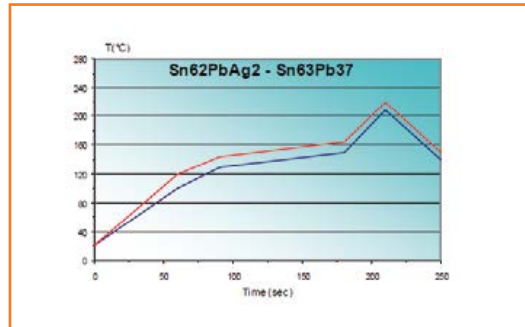

Figure 6. Exemples de courbes préconisées par le fabricant de brasures MBO.
3. Qualité des brasures utilisées : les brasures pour CMS sont caractérisées par leur point eutectique : point de fusion de l'alliage, il est plus bas que le point de fusion de chacun des métaux qui le composent. La qualité du flux est cruciale, la mouillabilité en dépend (**fig. 6**).